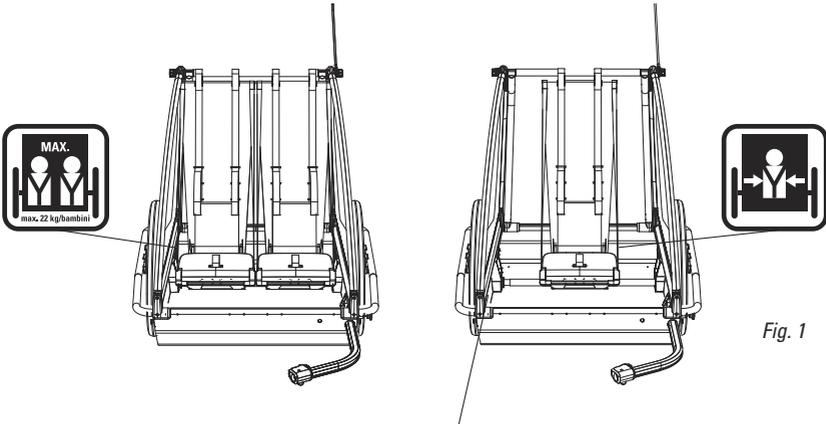

Fig. 1
- Per ridurre al minimo il rischio di incidenti e ferite, allacciare sempre la cintura di sicurezza ai bambini. Adeguare le cinture di sicurezza regolabili in altezza alla statura del bambino. In caso si trasporti un solo bambino, si consiglia di sistemarlo in posizione «centrale» (Fig. 1). È fortemente consigliato l'utilizzo di un casco (rispettare le norme previste in materia nei singoli paesi).